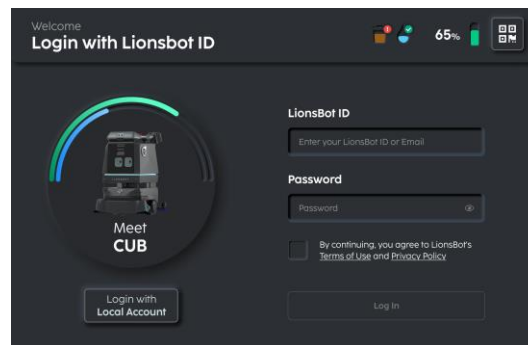

FIGURE 3-18
5. Tapez sur le bouton 'CONNEXION AVEC L'IDENTIFIANT LIONSBOT' en bas de l'écran (Fig. 3-18).